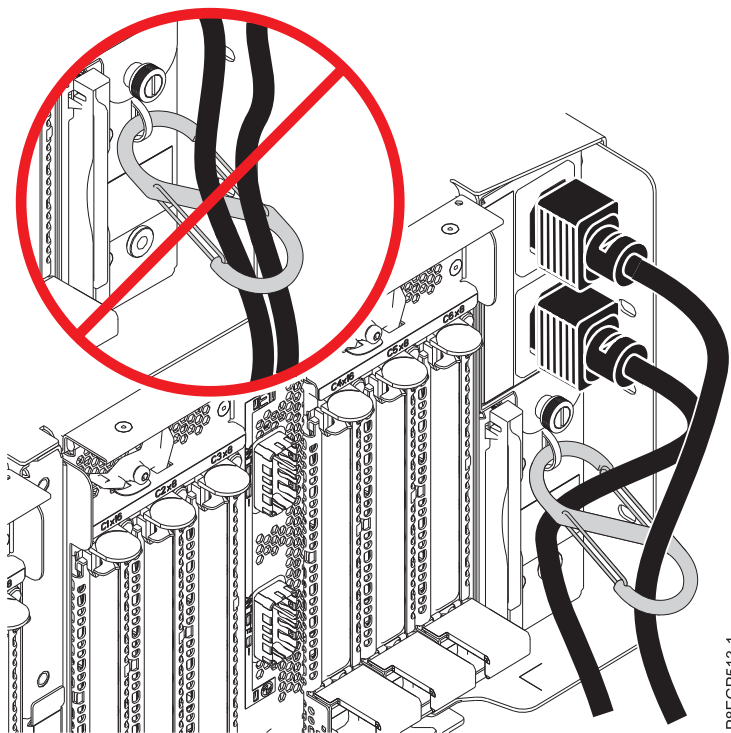

Figure 22. Routage des câbles d'alimentation dans le mousqueton en S et branchement de ces câbles au bloc d'alimentation
- b. Faites passer les câbles d'alimentation par le mousqueton en S de sorte qu'ils n'encombrent pas le(s) module(s) de sortance à 6 emplacements PCIe3. Voir figure 22.
- c. Connectez l'autre extrémité des câbles d'alimentation au bloc d'alimentation du tiroir d'extension PCIe3 que vous installez. Voir figure 22.